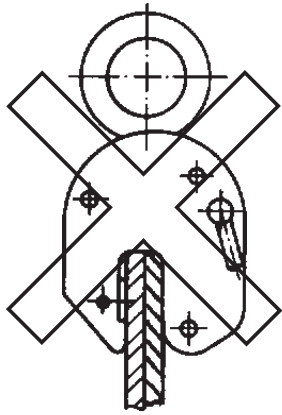

Fig. 2
- Only one sheet or metal plate may be transported at one time (Fig. 2).
- Uniquement une tôle ou une pièce en métal peut être levée ou transportée en même temps (Fig. 2).